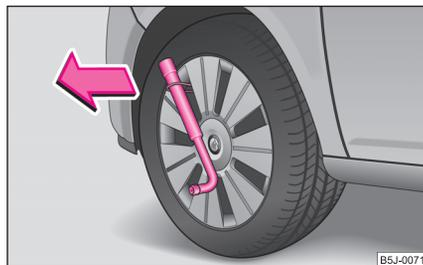

Fig. 169 Desmontar el tapacubos integral
- Introducir la llave de rueda a través del estribo, apoyar la llave de rueda en el neumático y retirar el tapacubos ⇒ página 206, fig. 169.